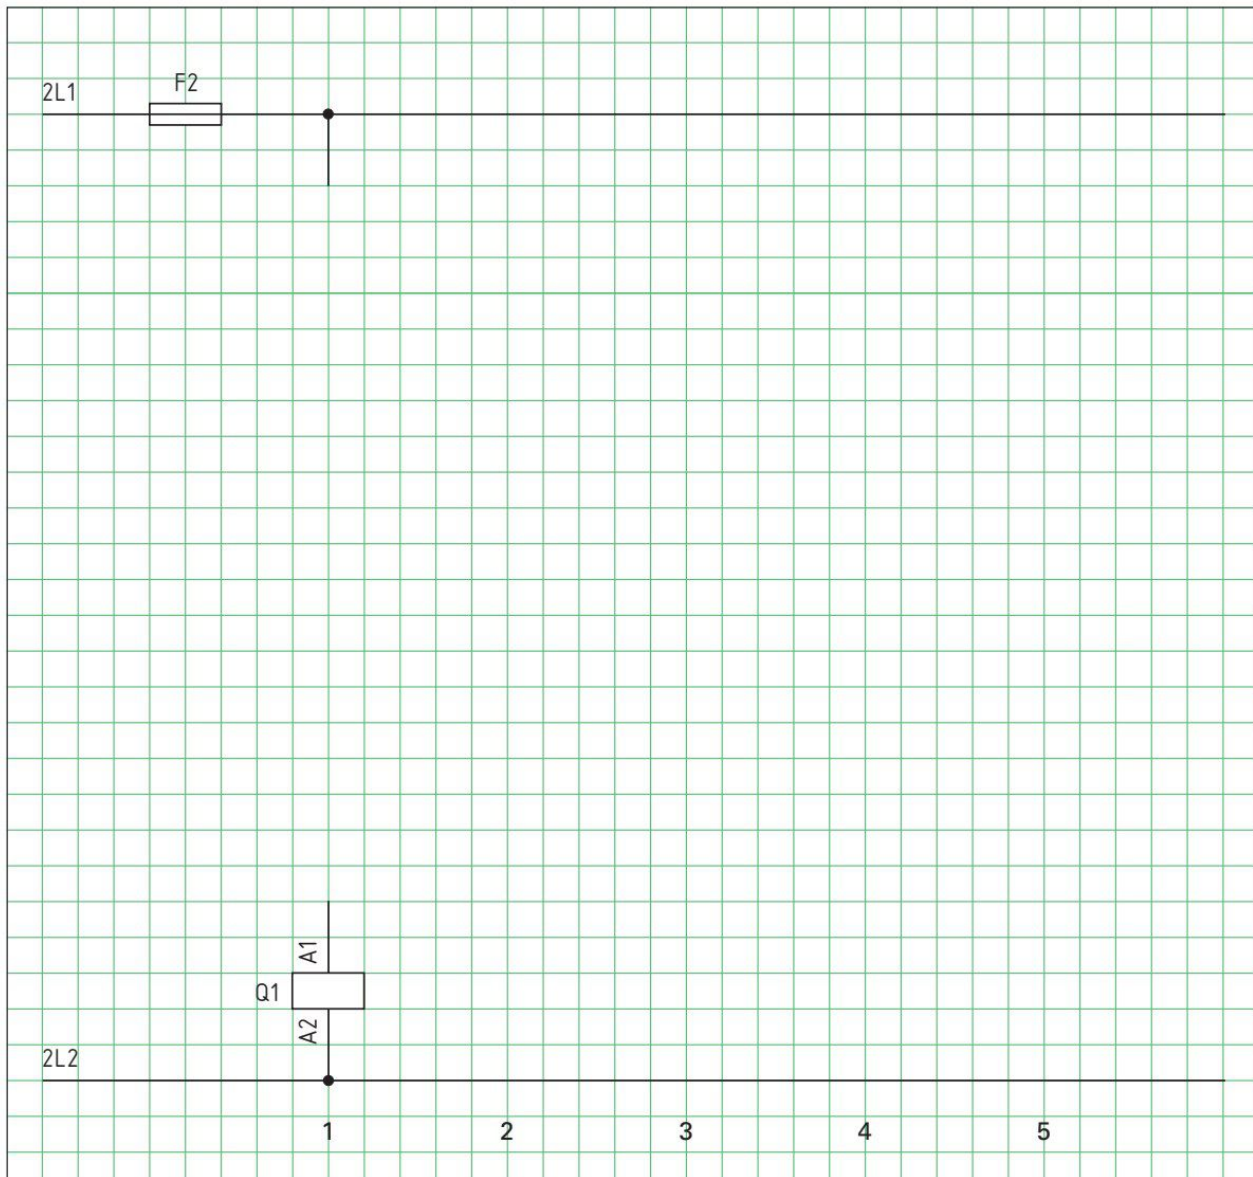

Bild 2: Schützschaltung mit zwei Betätigungsstellen
1. Zeichnen Sie den Stromlaufplan in aufgelöster Darstellung für den Steuerstromkreis mit Motorschutz (**Bild 2**).